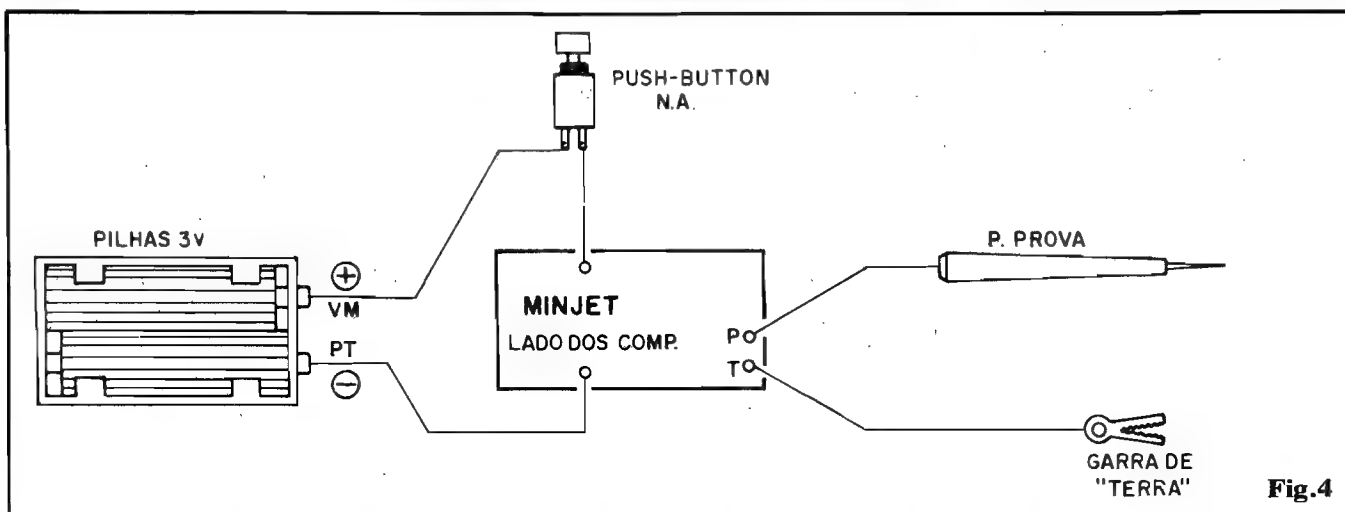

Fig.4
- FIG. 4 - CONEXÕES EXTERNAS À PLACA - São poucas e simples as ligações extra-placa: basicamente a alimentação (atenção à polaridade), sendo que o **push-button** deverá ser intercalado na cabagem do **positivo** (fio **vermelho** do suporte de pilhas), a